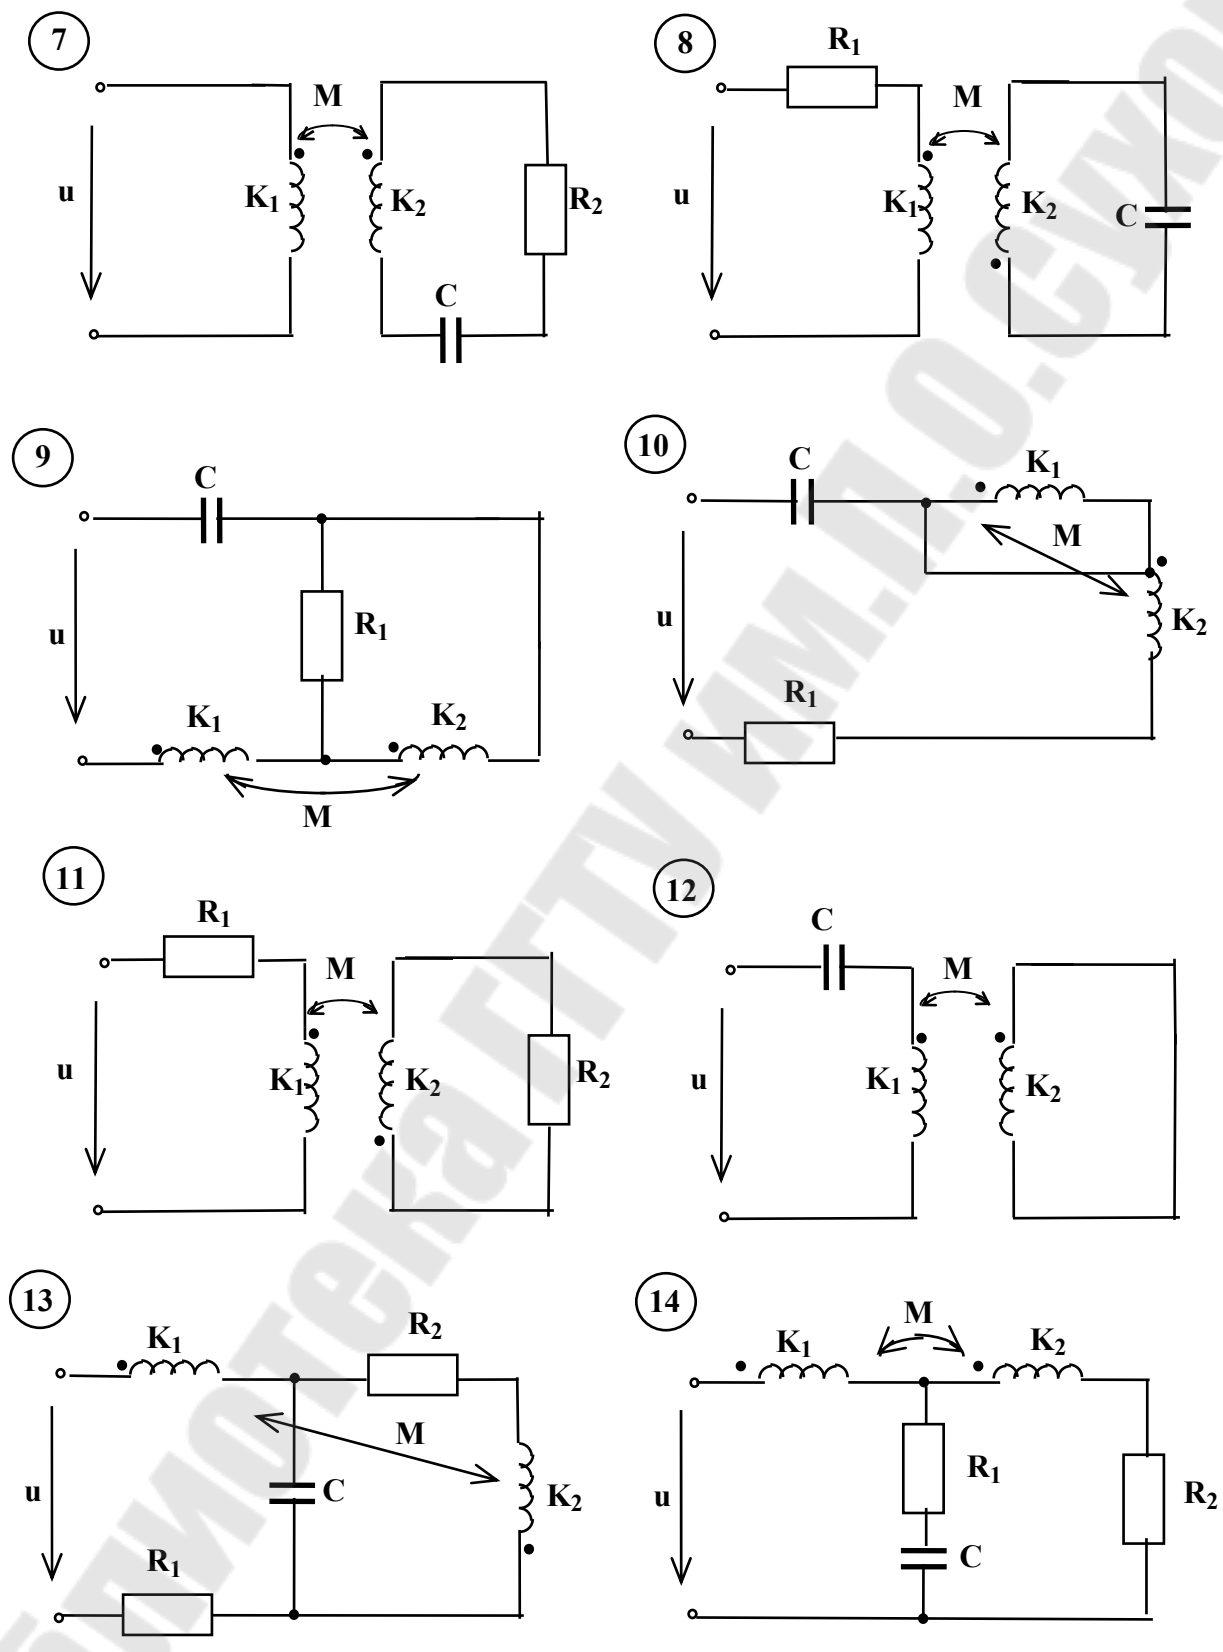

Рис.8.4
1. Рассчитать разветвленную электрическую цепь с магнитно-связанными катушками (рис.8.4) в соответствии с вариантом задания и данными из табл. 8.1.